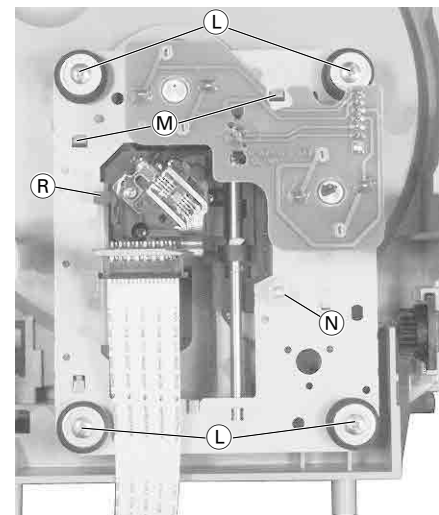
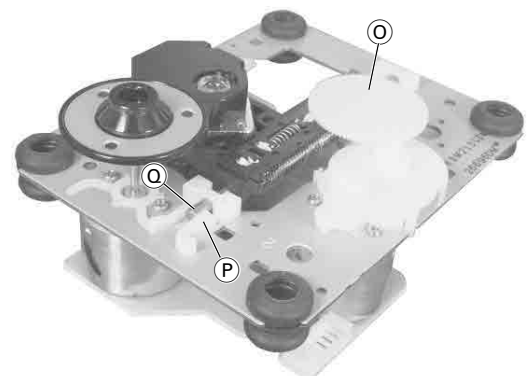

Fig. 6
Fig. 8
- 4 Schrauben (L) herausdrehen (Fig. 6).
- Undo 4 screws (L) (Fig. 6).
- 2 Rastnasen (M) (Fig. 6) ausrasten und Kunststoffabdeckung abnehmen.
- Rastnasen (N) (Fig. 6) lösen und Zahnrad (O) (Fig. 8) herausziehen.
- Sicherungshebel (P) zur Seite schieben und Pickup-Achse (Q) herausziehen (Fig. 8).
Montagehinweis: Beim Einbau auf Führung (R) (Fig. 6) achten.
- Disengage 2 catches (M) (Fig. 6) and remove the plastic cover.
- Disengage the catches (N) (Fig. 6) and remove the gearwheel (O) (Fig. 8).
- Push the securing lever (P) aside and pull out the pickup shaft (Q) (Fig. 8).
Reassembly: When reassembling pay attention to the guide (R) (Fig. 6).